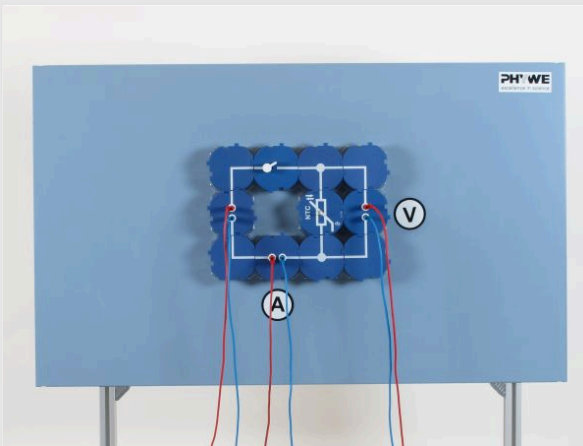

Abbildung 1
- Baue den Versuch entsprechend der Abb. 1 auf.